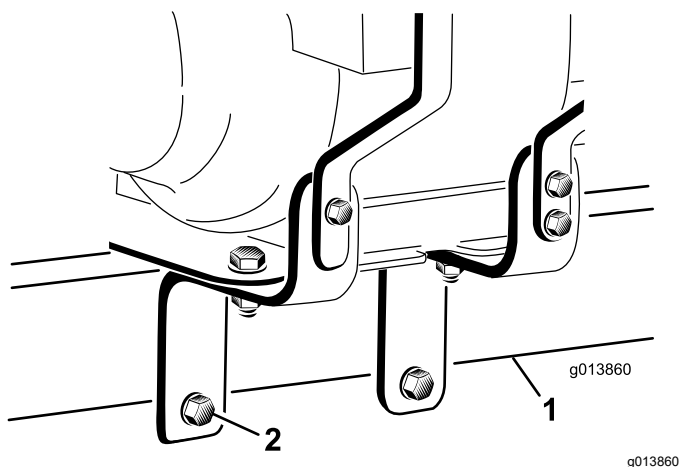

Figura 7
8. Inserite i 2 bulloni ($\frac{1}{2}$ " x 5") attraverso i fori delle staffe di montaggio del motore assicurandovi che una rondella piana sia posizionata contro ogni lato esterno della staffa di montaggio del motore e che i bulloni passino sotto il fondo del tubo dell'attacco di traino. Serrate manualmente i 2 dadi ($\frac{1}{2}$ ") come illustrato nella Figura 7.